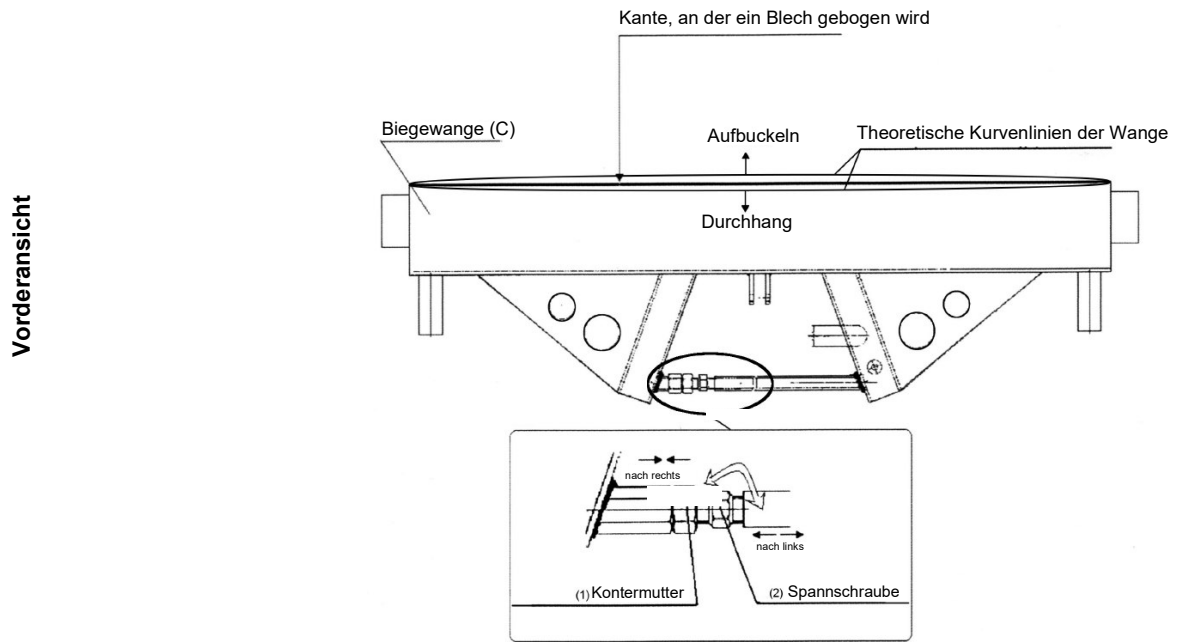

Abb. 7-6: Einstellung der Biegewange (C)
7.5 Einstellung der Biegewange (C)
Schritt 1: Die Kontermutter (Pos. 1, Abb. 7-6) lösen.
Schritt 3: Nach allen Einstellungen die Kontermutter (Pos. 1, Abb. 7-6) anziehen.